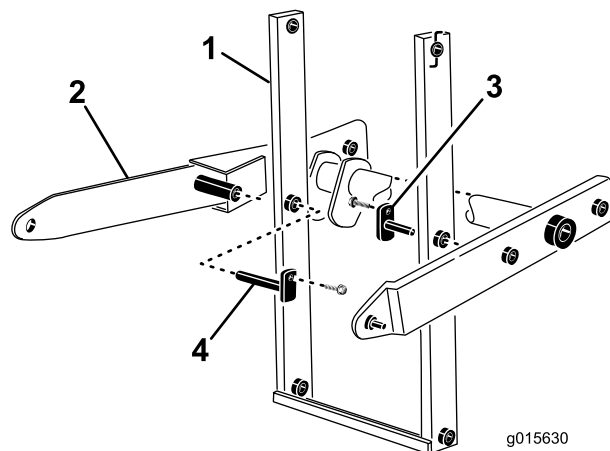

Bild 16
14. Stecken Sie den kurzen und langen geschweißten Befestigungsstift durch den Arm und den Haupthubarm (Bild 16).